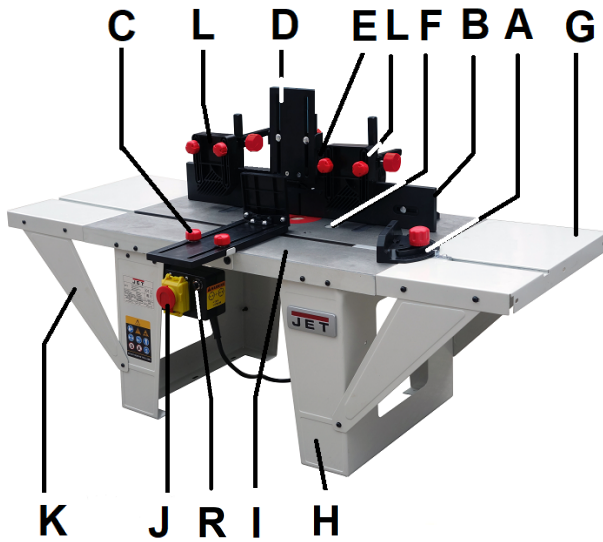

Fig 1
Montieren Sie den Schalter (J, Fig 1) mit zwei Schrauben.
Montieren Sie die Tischverbreiterungen (G, Fig 1) und Streben (K) mit den gelieferten Linsenkopfschrauben und Muttern.